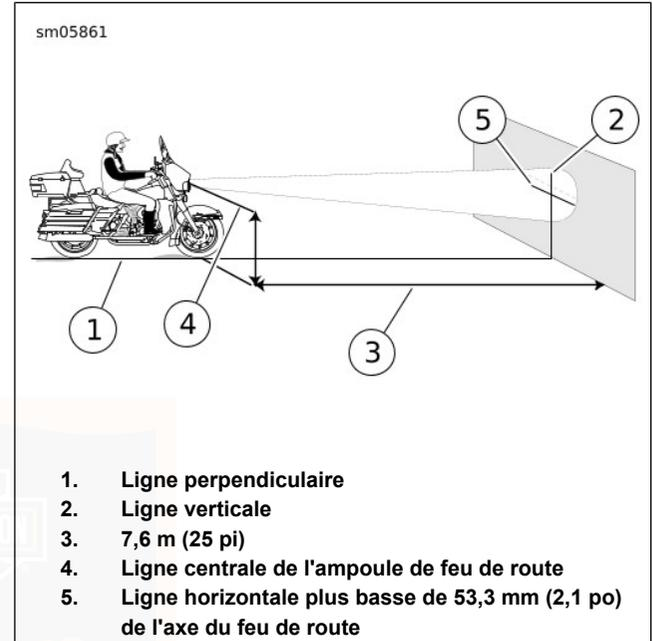

Figure 83. Alignement du phare : Type à l'halogène quartz
4. Voir Figure 83. Garer la moto selon une ligne perpendiculaire (1) au mur.
6. Tracer une ligne verticale centrale (2) sur le mur qui soit alignée avec la ligne (1).
7. Avec la moto chargée, orienter la roue avant tout droit vers le mur. Mesurer la distance (4) entre le sol et l'axe de l'ampoule :
8. Tracer une ligne horizontale (5) croisant la ligne verticale :
- Halogène quartz** : Voir Figure 83. 53,3 mm (2.1 in) de moins que la distance mesurée.
- DÉL, carénage monté sur cadre** : Voir Figure 83. 53,3 mm (2.1 in) de moins que la distance mesurée.
- Halogène quartz** : Voir Figure 83. Tache lumineuse centrée sur le repère avec le phare réglé sur le **feu de route**.